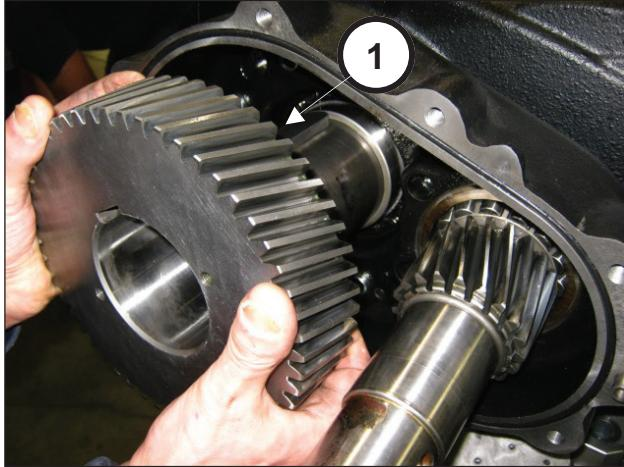
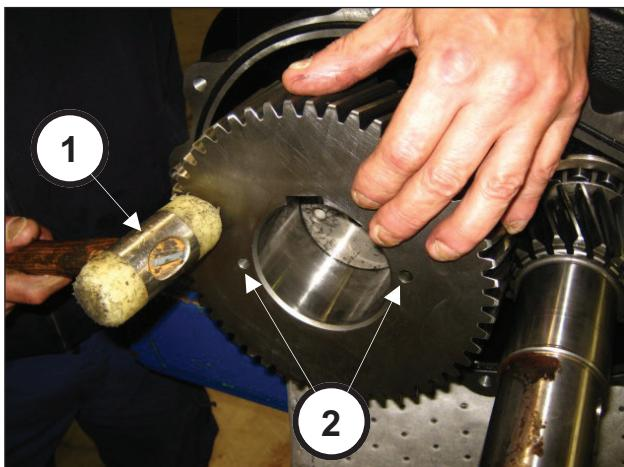

Fig. 66
Fig. 67
Monter la couronne sur l'arbre (rep. ①, Fig. 66) jusqu'en butée à l'aide d'un maillet à embouts plastiques (rep. ②, Fig. 67).
Monter la couronne en s'assurant que les deux trous M8 (à utiliser pour l'extraction) sont orientés vers l'extérieur de la pompe (rep. ②, Fig. 67).